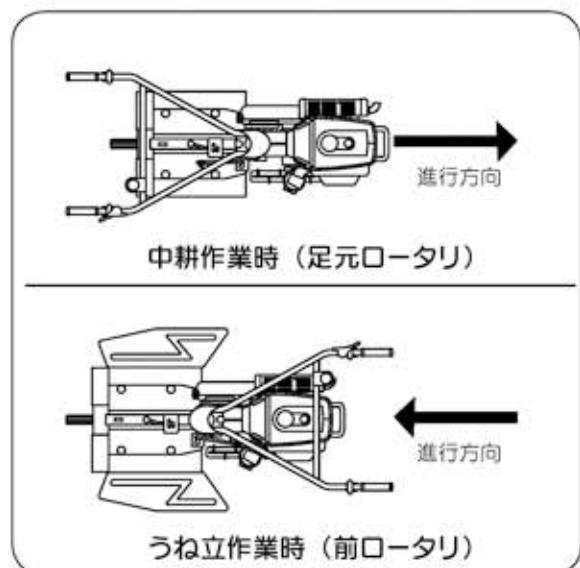

図60
- 中耕作業は定位置（足下ロータリ）うね立作業は180°回動（前ロータリ）でおこないます。(図60)